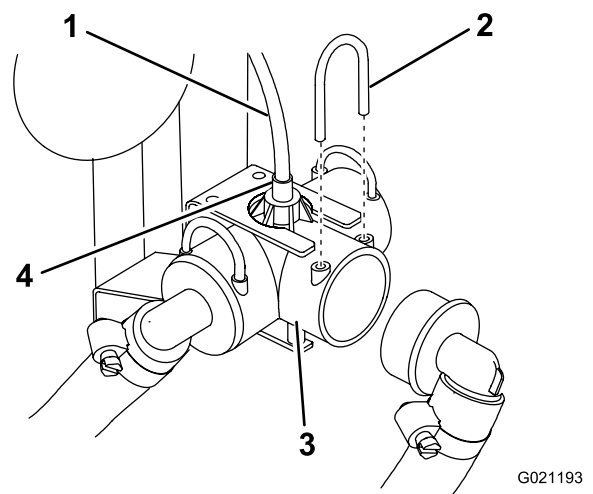

Figura 4
1. Retire a fixação para desligar o tubo da rampa do T de alimentação (Figura 4).
tubo verde na parte superior do T de alimentação (Figura 4).